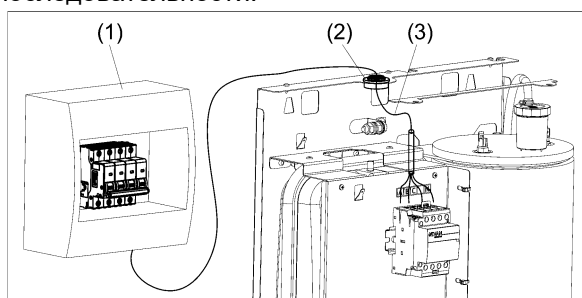

Рисунок 6. Подключение прибора к электросети
6.2.3 Подключение прибора к электрической сети осуществляется только через внешний автоматический выключатель **QF** (см. рис. 6) с номинальным током (I_n) указанным в таблице 2.
(1) Выполните монтаж автоматического выключателя QF в непосредственной близости от прибора и доступным для визуального осмотра месте (см. рис. 6);
(2) Установите сальник входящий в комплект поставки на нижнюю стенку прибора;
(3) Выполните монтаж силового кабеля от автоматического выключателя QF к клеммным колодкам через установленный сальник.